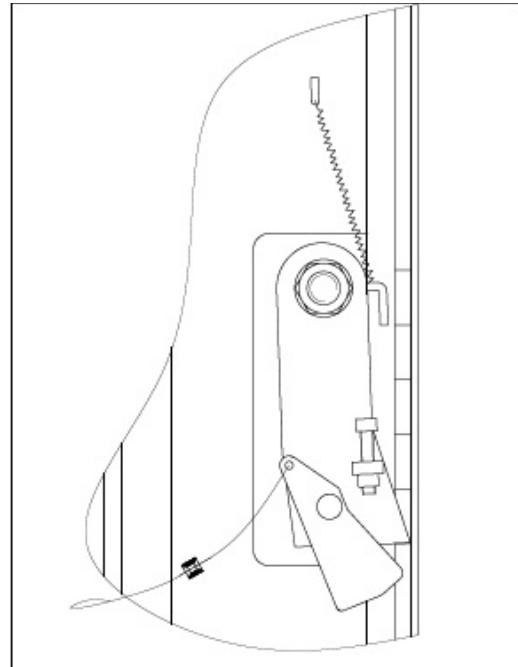

Рис. 16
- При поломке гидроцилиндра срабатывают стопоры безопасности (Рис.16), расположенные внутри стоек. Стопоры выталкиваются пружиной и немедленно блокируют движение кареток, исключая их опускание.